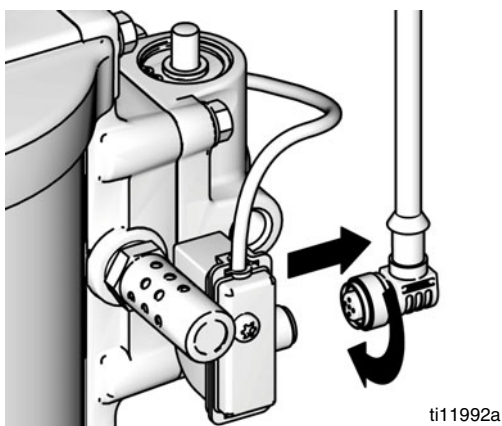

FIG. 10. Débranchement du DataTrak
- Dévissez le câble de l'arrière de l'ensemble de commutateurs à lame. Consultez la FIG. 10.